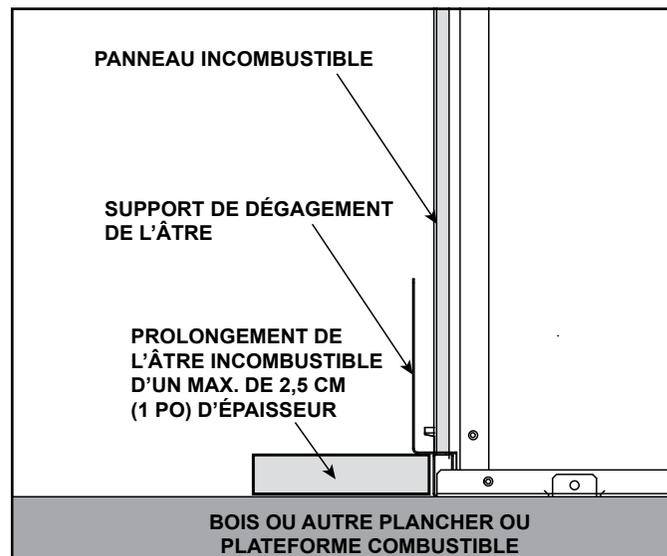

Figure 3.8 Appareil installé sur une surface combustible
- La base du foyer peut reposer sur une surface combustible. Voir la figure 3.8. La zone avant de l'appareil doit être protégée par un prolongement de l'âtre incombustible, sauf si l'appareil est surélevé d'au moins 76 mm (3 po) au-dessus du plancher ou de l'âtre. Voir les figures 3.8 et 3.9.
- Si un âtre plus épais que 25 mm (1 po) est désiré, l'appareil doit être surélevé d'une hauteur équivalente afin d'assurer que le prolongement de l'âtre n'interfère pas avec l'installation du panneau de verre fixe nécessaire à l'utilisation du foyer. Voir la figure 3.8.